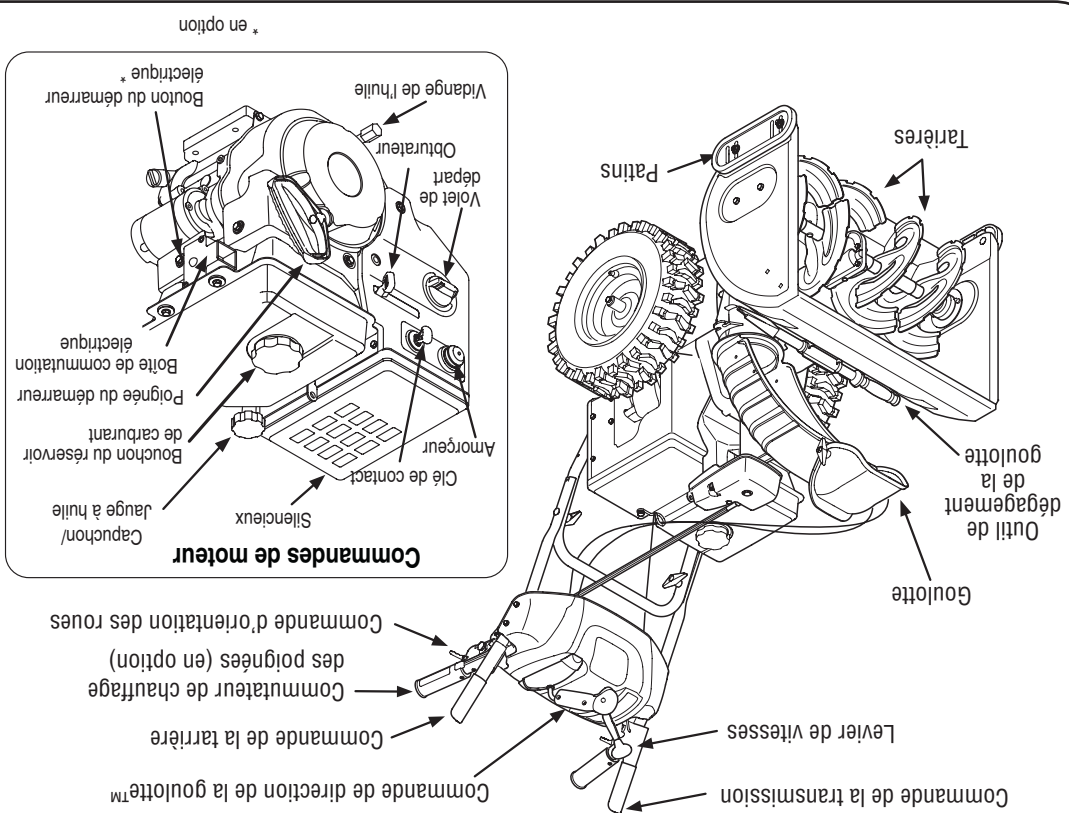

Figure 4-1 Votre moteur peut ne pas être exactement comme illustré.
1. Avec l'obturateur à la position Fast (lapin), placez le levier de changement de vitesse à l'une des six positions de marche avant (F) ou à l'une des deux positions de marche arrière (R). Choisissez la vitesse adaptée aux conditions présentes.
3. Pour tourner à droite ou à gauche, pressez la commande de direction des roues correspondante. Voir la Figure 4-1.
Maintenant que votre souffeuse est prête à travailler, il est temps de vous familiariser avec ses commandes et diverses caractéristiques, expliquées ci-dessous et représentées à la Figure 4-1. Vous pourrez ainsi bénéficier au maximum de votre nouvelle machine.